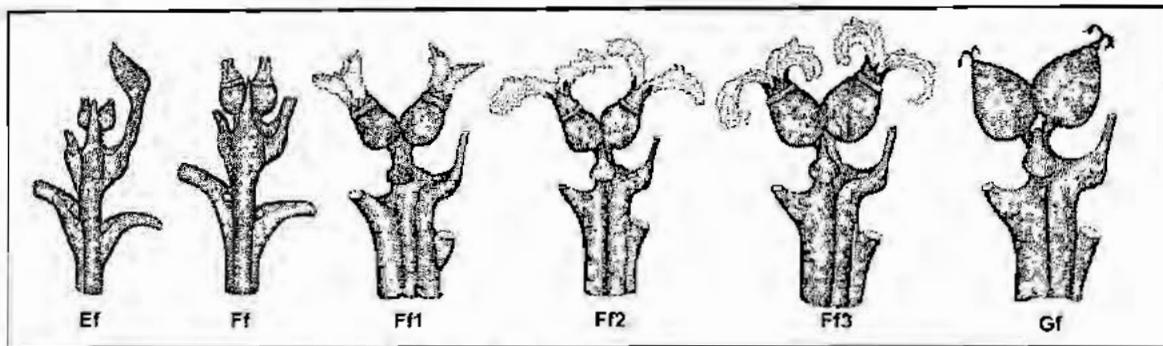

Figura 1. Estados de desarrollo de la flor pistilada.
17. Identifique los estados receptivos de la flor femenina (Figura 1):